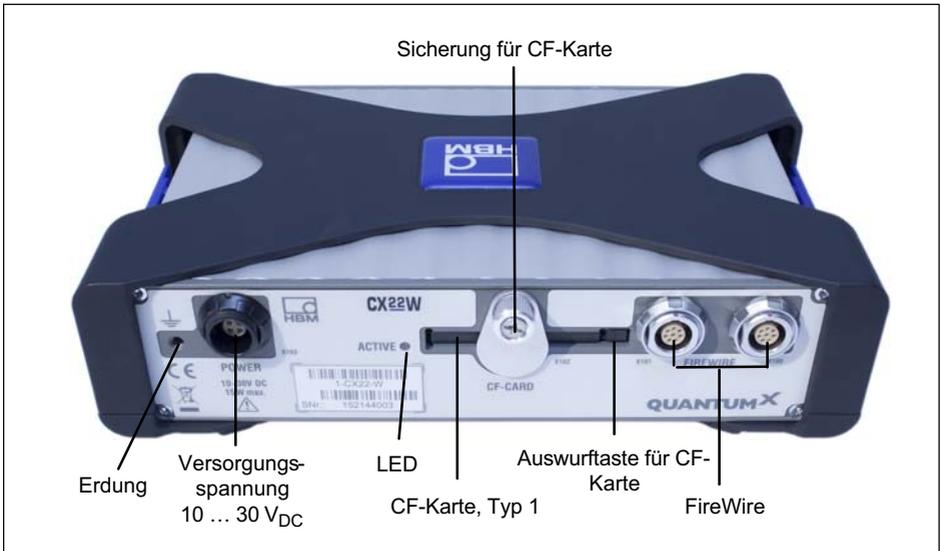

Abb. 4.2 Anschlüsse des CX22-W auf der Rückseite
1. Lösen Sie die Sicherungsschraube für die CF-Karte (Abb. 4.2 auf Seite 17). Die Schraube sollte nicht entfernt werden, es genügt, die Schraube zu lösen.
3. Drücken Sie mit einem stumpfen Gegenstand, z. B. einem Kugelschreiber, auf die Auswurfaste rechts im CF-Kartenschacht (Abb. 4.2).
1. Lösen Sie die Sicherungsschraube für die CF-Karte (Abb. 4.2 auf Seite 17), falls dies nicht bereits geschehen ist, und drehen Sie das Abdeckblech nach oben. Die Schraube sollte nicht entfernt werden, es genügt, die Schraube zu lösen.